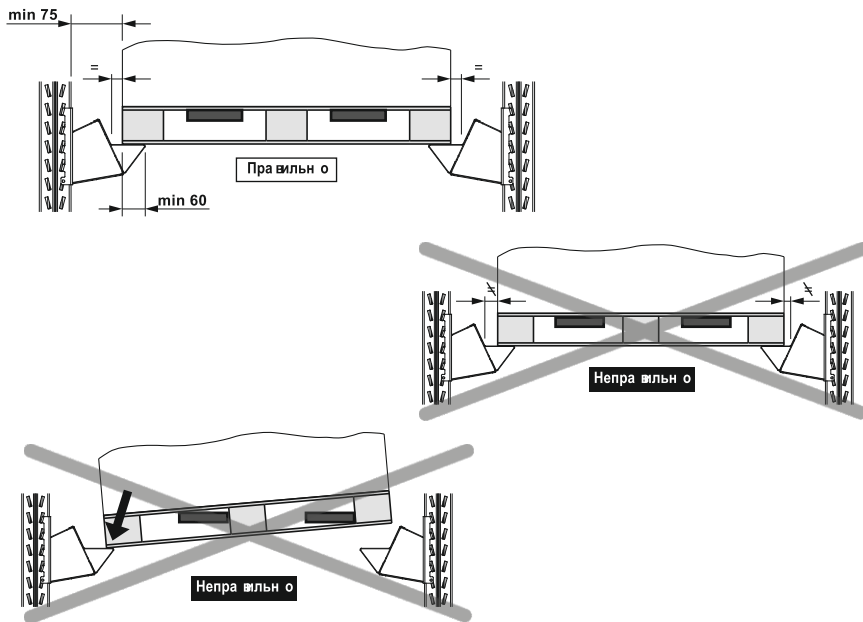

Рисунок 13 - Установка поддона на ложементы
- ▶ Не допускается установка грузовой единицы в ячейке стеллажа со смещением к одной из его сторон (рис. 13);
Перед установкой грузовой единицы в стеллаж её необходимо устойчиво расположить на вилках. Не допускается установка на ложементы грузовой единицы под наклоном (один край поддона перевешивает другой). Это может стать причиной повреждения одного из ложементов (рис. 13);